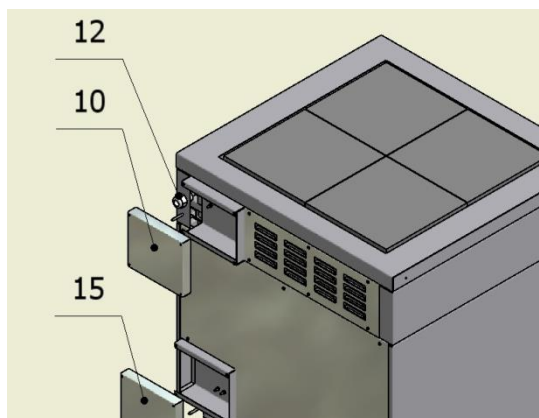

Рисунок 5
7.2. Снять крышки 10 (плиты) и 15 (духовки или духовки с конвекцией) (рис.5) коробок клеммника. Через кабельный зажим на задней стенке подключить электропитание к плите и духовке (духовке с конвекцией) к клеммнику установки согласно эл. схемам см. приложение 1.